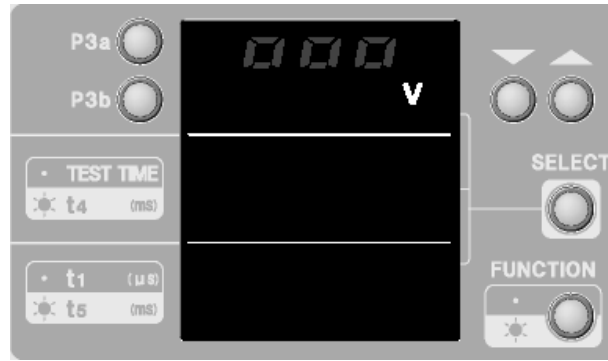

図 10 インターロック断の時の表示
“インターロックプラグ”を外すか、または“インターロックプラグ”の 1・3 番ピンをオープンにすることによって本器はパルス出力を停止し、DC LINE が OFF となるインターロック断状態となります。この時、表示部は図 10 のような画面表示になります。この状態になると、“②電源スイッチ”を入れ直さない限り通常状態には復旧しません。